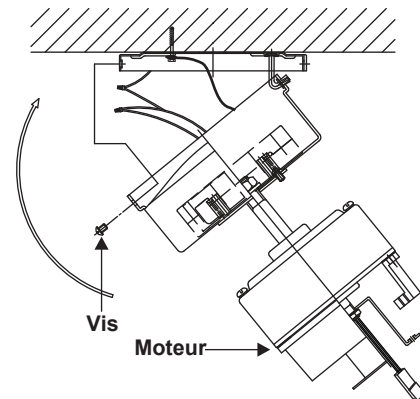

Figure 7
Étape 1. Placez le moteur du ventilateur sur les quatre trous de montage et fixez-le à l'aide des quatre vis fournies. (Fig.7)